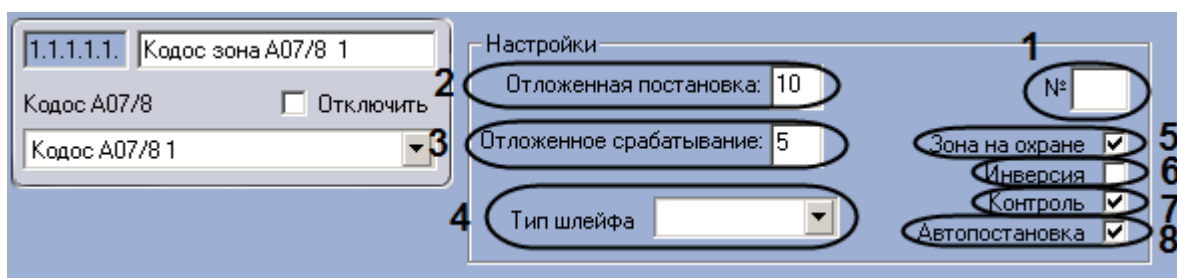

Рис. 3.6—13 Настройка шлейфа адресного блока Кодос А-07/8
2. В поле **№** ввести аппаратный адрес подключения шлейфа (см. Рис. 3.6—13, 1).
3. Указать в поле **Отложенная постанова** период времени в секундах, который должен пройти с момента отправки на шлейф команды постановки на охрану до постановки шлейфа на охрану (см. Рис. 3.6—13, 2).